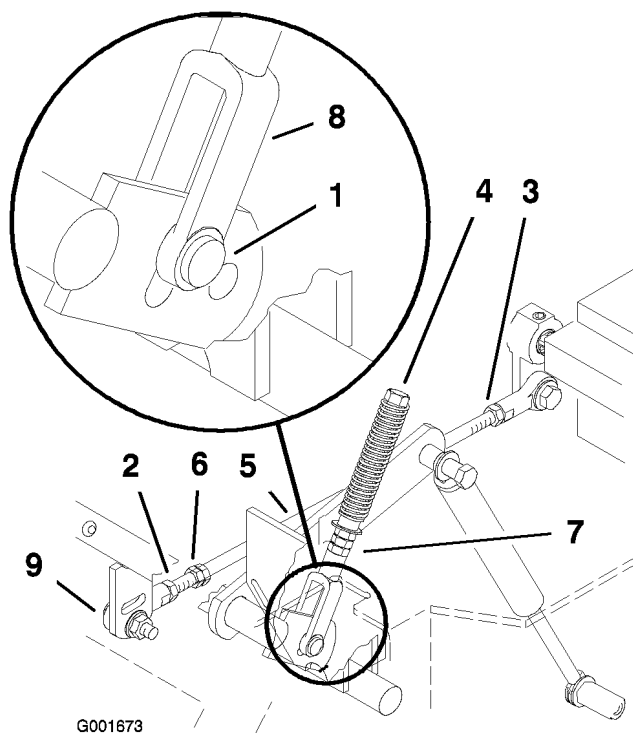

Figure 54
- Tirez-le ensuite en arrière jusqu'à ce que l'axe de chape (situé sur le bras au-dessous de l'axe de pivot) touche l'extrémité de la fente (c.-à-d. commence juste à appuyer sur le ressort) (Figure 54).
- Si un réglage s'impose, desserrez l'écrou et l'écrou de blocage vissés contre la chape (Figure 54).
- Serrez l'écrou et l'écrou de blocage (Figure 54).